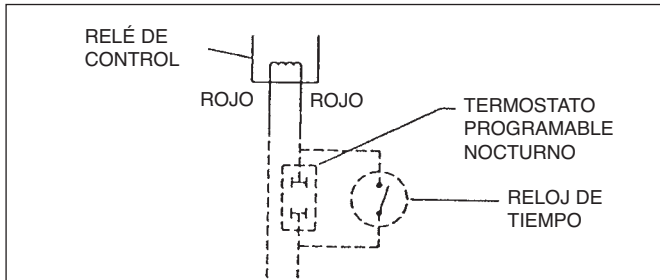

Figura 6 CABLEADO PROCEDENTE DE LA FUENTE DE ENERGÍA DE CONTROL DEL TERMOSTATO REMOTO
3. Para la operación programable nocturna, consulte el diagrama de cableado en la Figura 6.